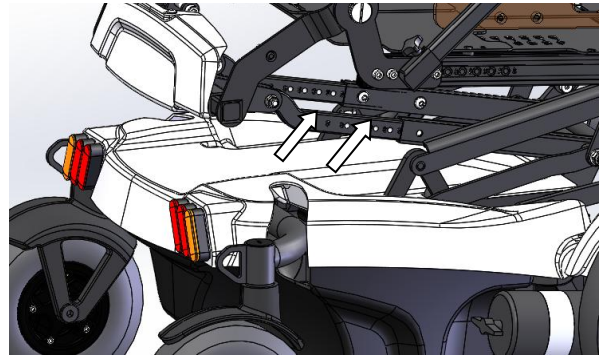

Figure 11 : réglage profondeur bras inf.
- Ôtez les deux vis de la barre inférieure d'assise (*des deux côtés du fauteuil*) (voir figure 11)